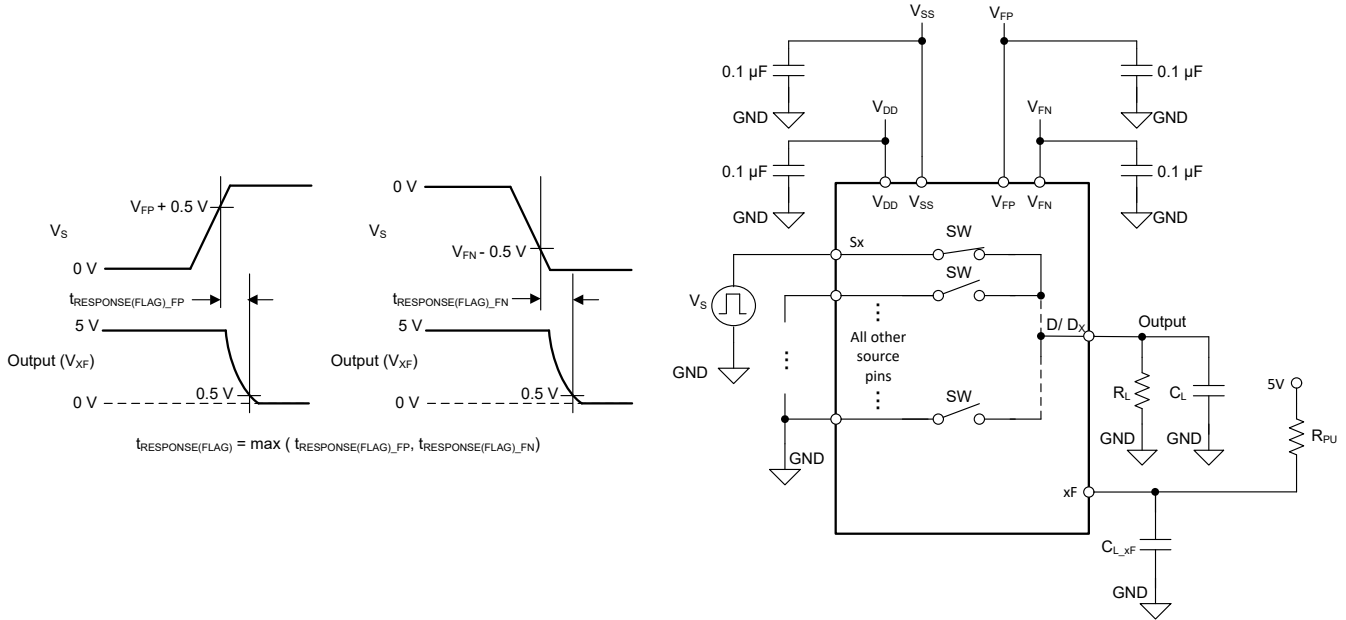

图 7-11. 故障标志响应时间测量设置
故障标志响应时间 ($t_{\text{RESPONSE(FLAG)}}$) 可测量电源电压超出故障电源电压 (V_{FP} 或 V_{FN}) 的值大于 0.5V，与通用故障标志 (FF) 引脚或特定故障标志 (SF) 引脚低于其原始值 10% 之间的延迟。图 7-11 展示了用于测量 $t_{\text{RESPONSE(FLAG)}}$ 的设置。